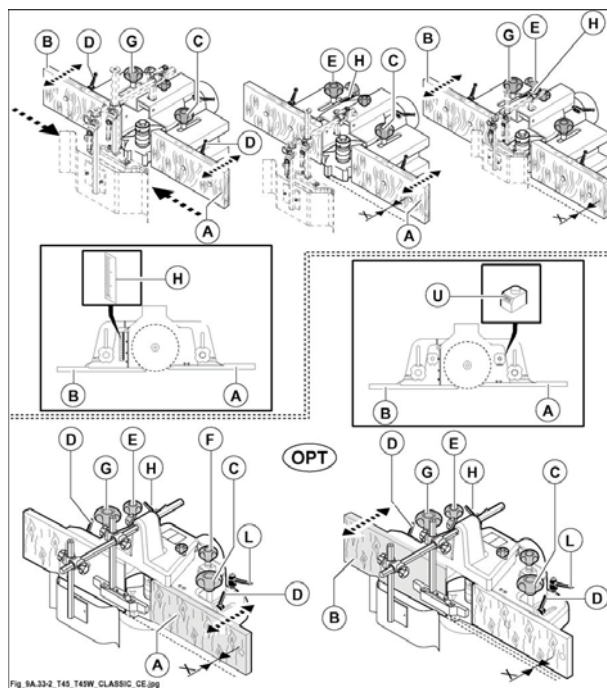

Fig. 9.33-2
- Allentando i pomelli (G, C fig. 9.33-2) spostare l'intera guida cuffia nella posizione più idonea alla profondità di asportazione che si vuole ottenere, poi serrare i pomelli.
- Le semiguide (A e B fig. 9.33-2) devono essere il più vicino possibile all'utensile (circa 2-3 mm). Per effettuare questa regolazione agire sulle maniglie (D fig. 9.33-2) poste dietro alle rispettive semiguide.
Per un'ulteriore regolazione micrometrica della profondità di asportazione registrare la semiguide in entrata (A fig. 9.33-2) come segue:
- allentare il pomello (C fig. 9.33-2).
- Ruotare il pomello (E fig. 9.33-2), per cercare la giusta posizione, leggendo lo spostamento sull'indicatore (H fig. 9.33-2).
- A regolazione eseguita serrare pomello (C fig. 9.33-2).
- accertarsi che la leva (H fig. 9.33-2) e il pomello (G fig. 9.33-2) siano bloccati.
- Allentare il pomello (C fig. 9.33-2) e la leva (L fig. 9.33-2).
- Ruotare il pomello (F fig. 9.33-2), per cercare la giusta posizione, leggendo lo spostamento sull'indicatore (U fig. 9.33-2).
- A regolazione eseguita serrare pomello (C fig. 9.33-2) e la leva (L fig. 9.33-2).
Per registrare micrometricamente la semiguide in uscita (B fig. 9.33-2):
- allentare il pomello (G fig. 9.33-2).
- Ruotare il pomello (E fig. 9.33-2) e, con una barretta, controllare l'allineamento della semiguide con l'utensile.
- A regolazione eseguita serrare il pomello (G fig. 9.33-2).
- accertarsi che la leva (L fig. 9.33-2) e il pomello (C fig. 9.33-2) siano bloccati.
- Allentare il pomello (G fig. 9.33-2) e la leva (L fig. 9.33-2).
- A regolazione eseguita serrare il pomello (G fig. 9.33-2) e la leva (L fig. 9.33-2).
leggere lo spostamento fra le due tavolette sull'indice (H fig. 9.33-2). Quando l'indice è posizionato sullo "0" le guide sono allineate fra di loro.
Il valore visualizzato sull'indicatore (U fig. 9.33-2) corrisponde alla distanza dal centro dell'albero toupie alla tavoletta (B fig. 9.33-2). Se l'utensile è a filo della tavoletta (B fig. 9.33-2) questa misura coincide col suo raggio.